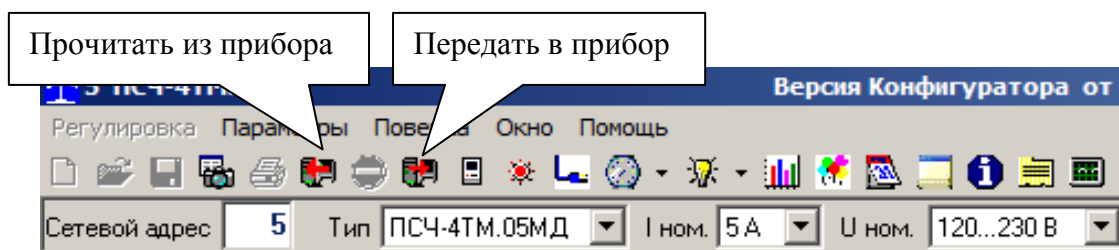

Рисунок 5 – Кнопки управления чтением/записью параметров
Следует иметь в виду для всех подчиненных форм конфигуратора, что если на поле формы отсутствует кнопка «Прочитать» или «Записать», то чтение/запись параметров производится посредством кнопок «Прочитать из прибора»/«Передать в прибор», расположенных на панели инструментов генеральной формы конфигуратора (рисунок 5).
10.2 Чтение установленных параметров перехода производится посредством кнопки «Прочитать их прибора», расположенной на панели инструментов генеральной формы (рисунок 5).
11.3.1 Чтение записанного в счётчик расписания праздничных дней производится по кнопке «Прочитать из прибора», расположенной на панели инструментов генеральной формы (рисунок 5). Прочитанные праздничные дни отображаются в информационном окне формы.
11.3.4 Для записи скорректированного расписания праздничных дней необходимо нажать кнопку «Передать в прибор», расположенную на панели инструментов генеральной формы конфигуратора (рисунок 5).